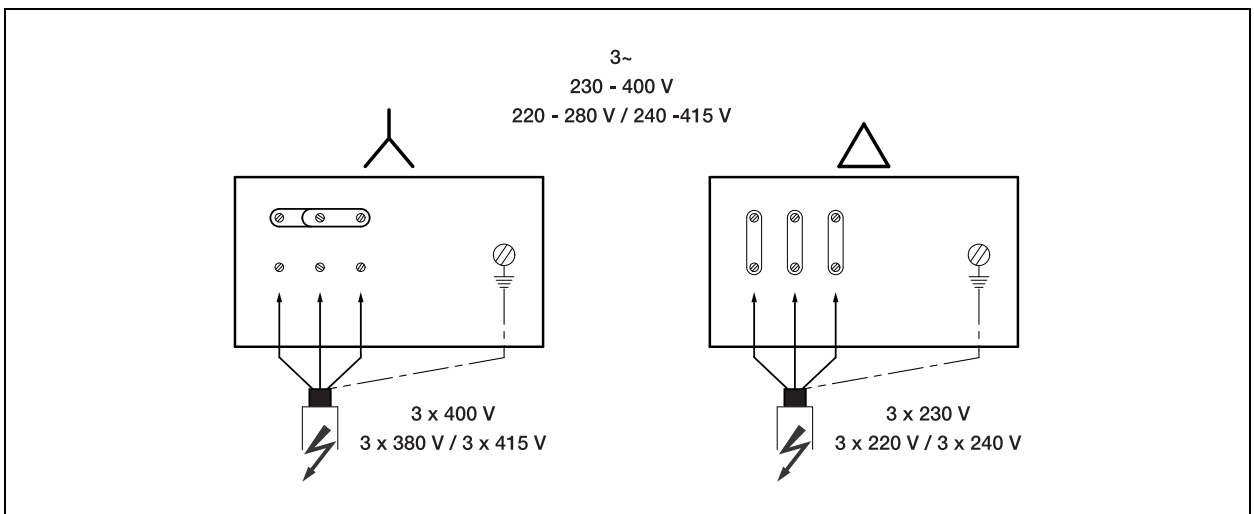

Fig 3
- DM-Motoren nach Bild 3/Anschlußbild im Klemmenkasten verdrahten.